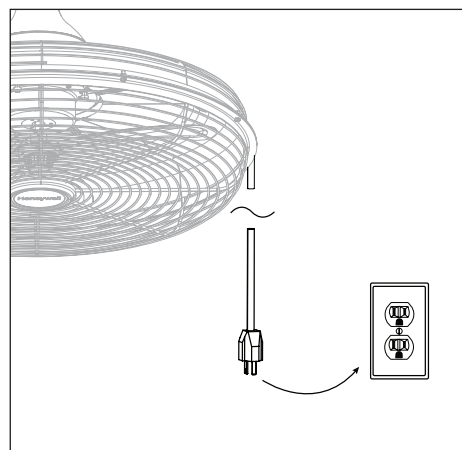

Figura 1.5
5. Enchufe el cable de alimentación del ventilador en un tomacorriente con puesta a tierra de 120 V 60 Hz (Figura 1.5).